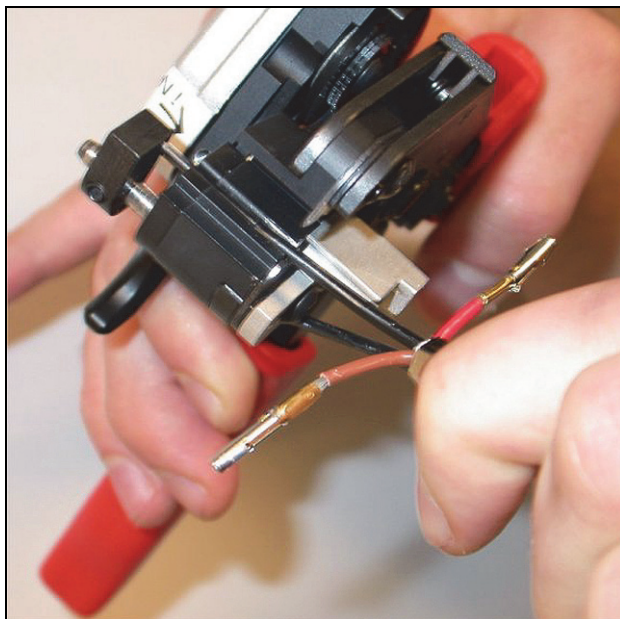

figura 30.19: Descarnar uma fibra
- 16 Empurre uma das fibras em direcção à parte da frente do cortador/descarnadora POF (ferramenta 6, consulte a figura 30.19).